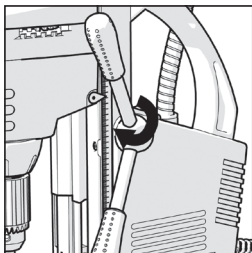

Fig. 1
- Montați cele trei mănere în butucul axului, asigurându-vă că acestea sunt complet fixate. **(Fig. 1)**